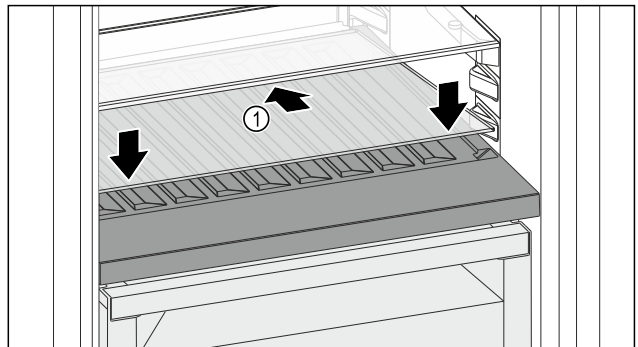

Fig. 144
- ▶ Glasplatte Fig. 144 (1) schräg und nach hinten unten geneigt ansetzen.
- ▶ Glasplatte Fig. 144 (1) vorne absenken.